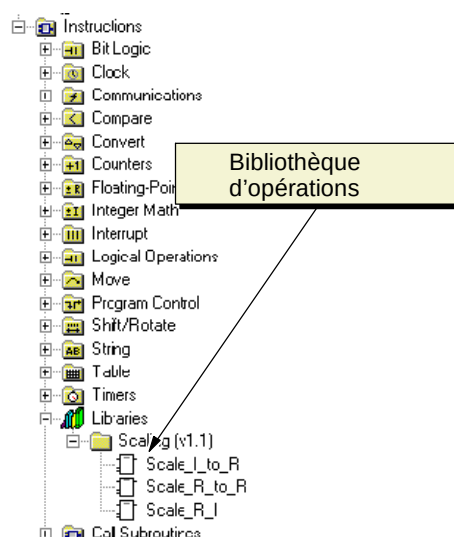

Figure 5-11 Arbrescence d'opérations avec des bibliothèques
STEP 7-Micro/WIN vous permet de créer une bibliothèque personnalisée d'opérations ou d'utiliser une bibliothèque créée par une tierce personne (voir figure 5-11).